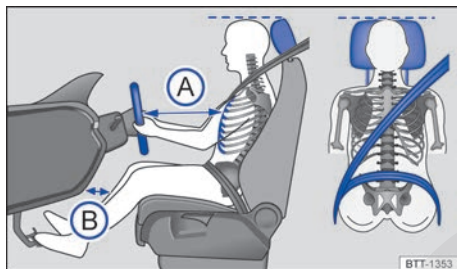

Fig. 21 Distancia correcta del conductor con relación al volante, posición correcta de la banda del cinturón de seguridad y ajuste correcto del apoyacabezas.
- Ajustar el asiento para que la distancia entre el volante y el tórax tenga como mínimo 25 cm → fig. 21 (A) y que el conductor pueda sujetar el volante del borde exterior con las dos manos y los brazos ligeramente doblados.
- Ajustar el asiento del conductor de manera longitudinal para que los pedales se puedan accionar con las piernas ligeramente dobladas y la distancia de la zona de la rodilla con el panel de instrumentos sea de al menos 10 cm → fig. 21 (B).
- Para los asientos con apoyacabezas: ajustar el apoyacabezas para que su borde superior se encuentre preferentemente en la misma línea de la parte superior de la cabeza → fig. 21 – pero no por debajo de la altura de los ojos. Posicionar la parte posterior de la cabeza lo más cerca posible del apoyacabezas.